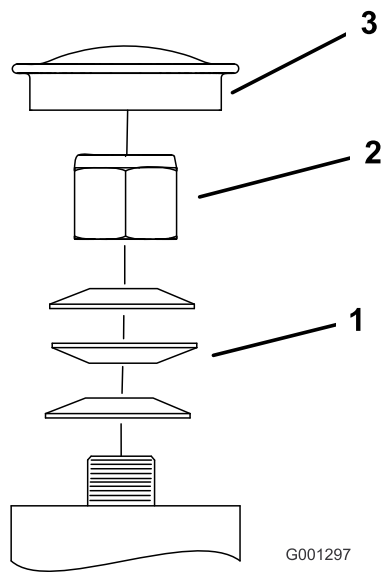

Figura 61
3. Retire el tapón guardapolvo de la rueda giratoria y apriete la contratuerca (Figura 61).
4. Apriete la contratuerca hasta que las arandelas de muelle estén planas, luego afloje  $\frac{1}{4}$  de vuelta para establecer la pre-carga correcta de los cojinetes (Figura 61).
**Importante:** Asegúrese de que las arandelas de muelle están correctamente instaladas, según se muestra en Figura 61.
5. Coloque el tapón anti-polvo (Figura 61).